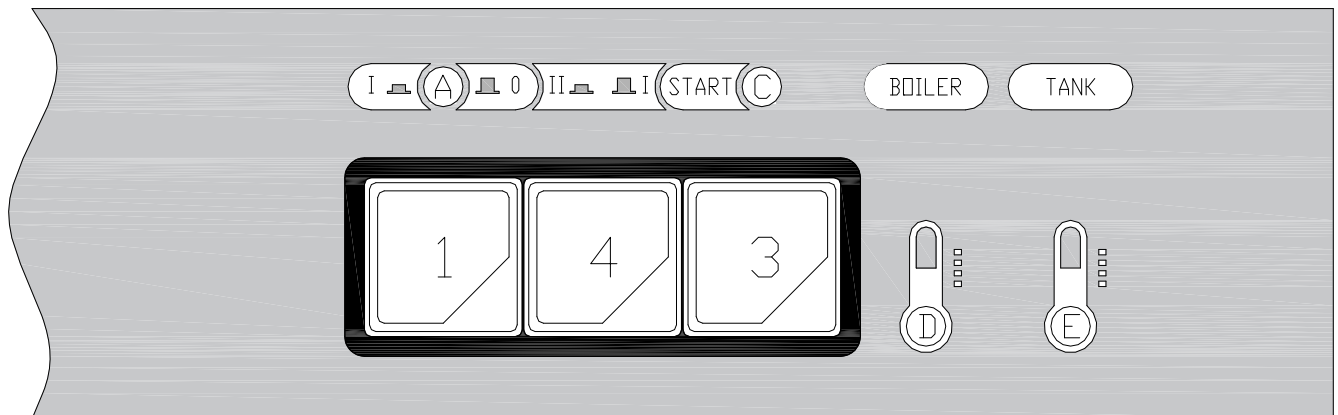

Рис. 3-2
- When the water intake cycle is complete, open the door (I), position the full basket (L) and close the door (I). Select the appropriate washing cycle by pressing button (4) (short cycle (II) button pressed ÷ long cycle (I) button not pressed). Now press the START button (3) and the wash cycle displayed by light (C) will start. When the cycle is over, this light goes out. To turn off the appliance, turn the switch (1) to (0). Light (A) indicates the appliance is off (Fig.3-2÷3-3).
- Nach erfolgter Füllung die Tür (I) öffnen, den gefüllten Geschirrkorb (L) einsetzen und die Tür (I) schließen. Das Programm durch Drücken des Druckknopfes (4) wählen (kurzer Spülgang (II) Taste gedrückt ÷ langer Spülgang (I) Taste losgelassen). Nun die START-Taste (3) drücken, und das Spülprogramm beginnt, die Kontrolllampe (C) leuchtet auf und am Programmende erlischt die Kontrolllampe. Um das Gerät auszuschalten, muß der Schalter (1) auf die Position (0) gestellt werden, die Kontrolllampe (A) erlischt. (Bild.3-2÷3-4).0
- Após o enchimento abrir a porta (I), colocar o cesto (L) cheio com a louça e fechar a porta (I). Selecionar o ciclo de lavagem apertando o botão (4) (ciclo breve (II) tecla acionada ÷ ciclo longo (I) tecla desligada). A partir deste ponto, acionar o botão START (3) e iniciar o ciclo de lavagem, cujo funcionamento será indicado pela luz (C); ao final do ciclo a luz anteriormente indicada se apagará. Para desligar a máquina basta acionar o interruptor (1) até a posição 0 e assim a luz (A) se apagará (Fig.3-2÷3-4).